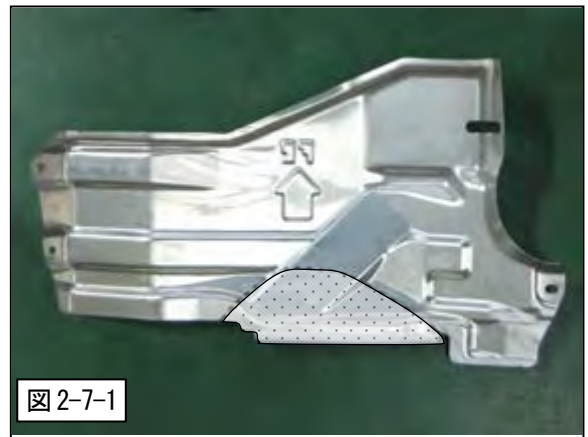

図 2-7-1
(1) 図示部分を切り取り、ホースと干渉しないようにして取付けてください。(図 2-7-1)